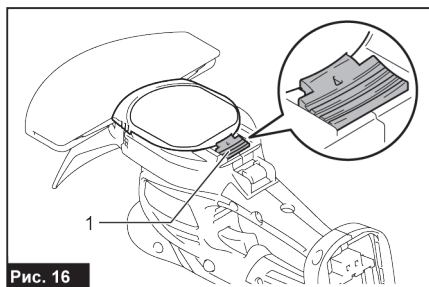

Рис. 16
9. Убедитесь, что рычаг блокировки входит в паз на нижней крышке (рис. 16).